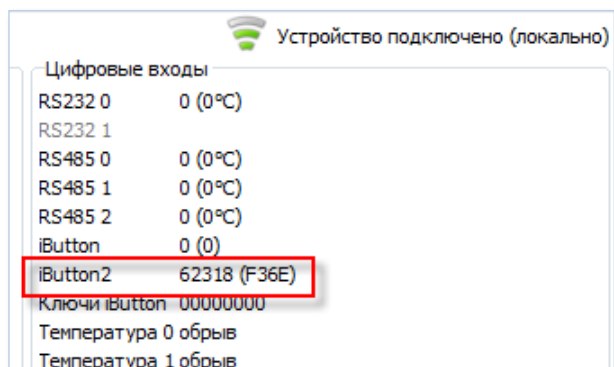

Рисунок 9. Отображение идентификатора метки на вкладке «Устройство»
7. Убедитесь, что при прикладывании RFID метки к считывателю на вкладке «Устройство» в поле iButton2 отображается номер метки (рис.9).